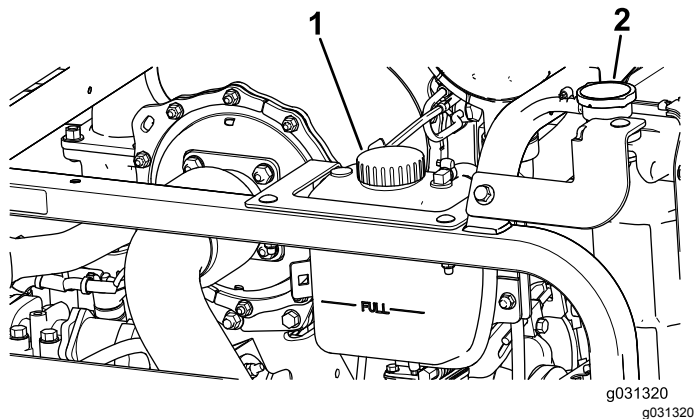

Figura 116
1. Togliete con cautela il tappo del radiatore e il tappo del serbatoio di espansione (Figura 116).
2. Controllate il livello del refrigerante nel radiatore (Figura 116).